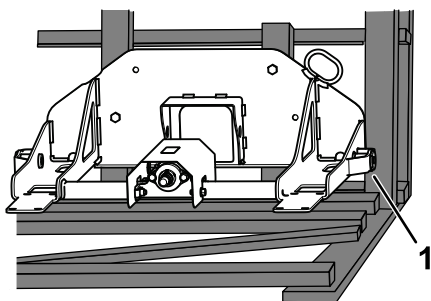

Figura 10
1. Retire los pernos que sujetan el conjunto de placa de montaje a la caja de transporte (Figura 10).